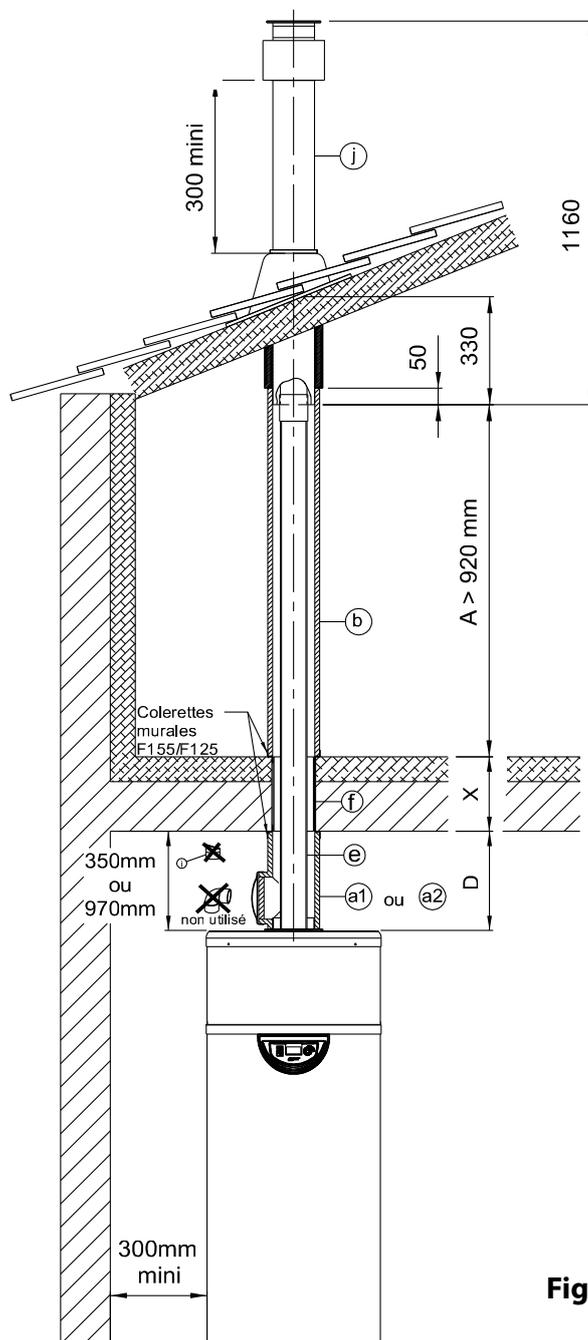
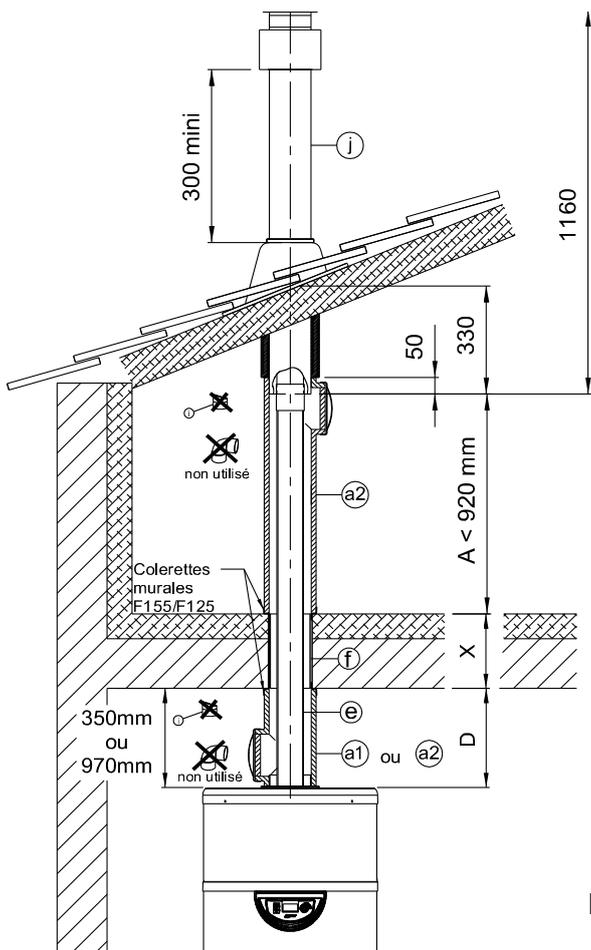

Fig.1
Fig.2
- dans le coude de la ventouse isolée (**rep.a2**) Fig.2
- dans l'allonge isolée Ø 125 mm (**rep.b**) Fig.1, puis dans le tube PVC Ø 125, puis dans le coude de la ventouse isolée (**rep.a1** ou **a2**) (éventuellement rallongé [voir ci-dessous en fonction de la cote «D»]).
- **Si la longueur du tube PVC Ø80 ne permet pas de le passer par le dessus**, l'introduire dans le coude de la ventouse isolée (**rep.a1** ou **a2**) (éventuellement rallongé [voir ci-dessous en fonction de la cote «D»]), puis dans le tube PVC Ø 125, puis selon le cas dans l'allonge isolée Ø 125 (**rep.b**) Fig.1 ou dans le coude de la ventouse isolée (**rep.a2**) Fig.2.
- Emboîter le tube PVC Ø 80 sur le manchon PVC F/F Ø 80 (selon le cas, par le tampon de la ventouse isolée (**rep.a2**) Fig.2. Faire coulisser le coude de la ventouse isolée (**rep.a2**) Fig.2 ou de l'allonge isolée Ø 125 (**rep.b**) Fig.1 de 50 mm sur le terminal vertical Ø 80/125 en l'écrasant légèrement et verticalement.
- Selon le cas, emboîter la ventouse isolée (**rep.a2**) Fig.2 ou l'allonge isolée Ø 125 (**rep.b**) Fig.1 dans la colerette murale F155/F125 supérieure.